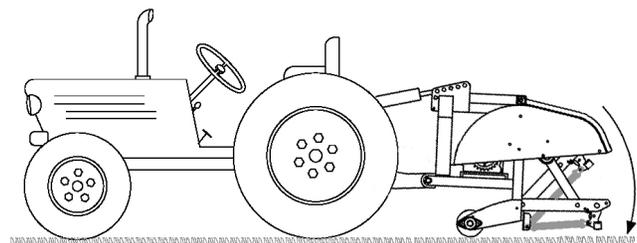

図 14
4. エアレータを床に降ろし、油圧上リンクの油圧シリンダまたは上リンクを一杯に伸ばす（図 14）。